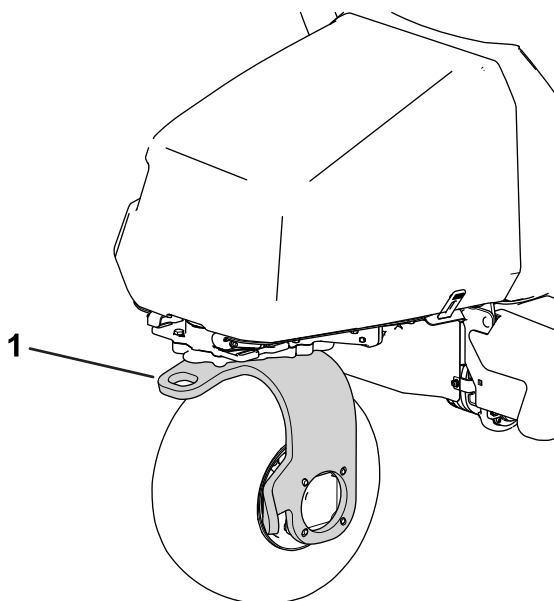

Рисунок 33
11. Используйте вилку заднего поворотного колеса для буксировки машины (Рисунок 33).